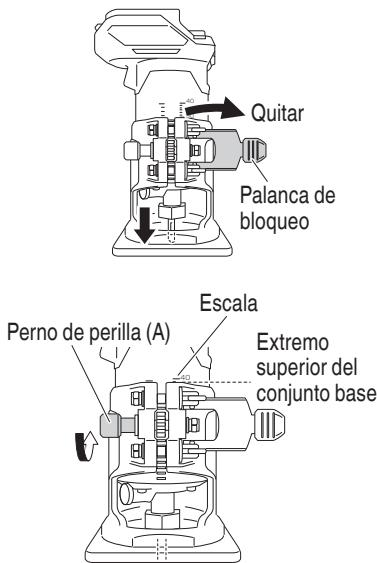

Fig. 14
- (1) Coloque la herramienta en una superficie plana de madera.
- (2) Incline la palanca de bloqueo hacia el punto de extracción y gire el perno de perilla (A) para bajar la unidad hasta que la punta de la broca toque el material. En esta posición, podrá leer la escala del extremo superior. (Fig. 14)
- (3) Gire el perno de perilla (A) hacia arriba para ajustar la escala a la profundidad de corte deseada según la posición observada en la escala.